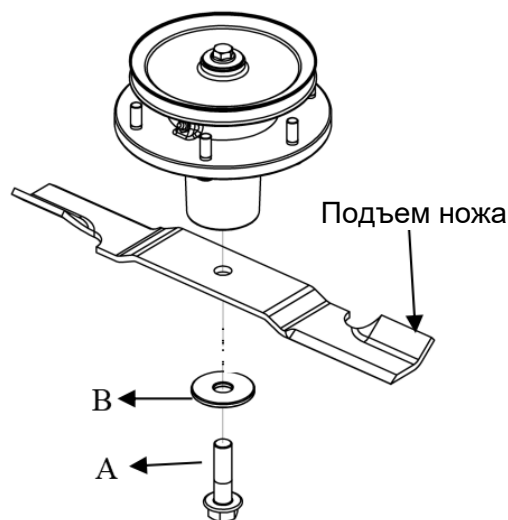

Рис. 12
Выверните болт (А) с правой резьбой (см. рис. 12), снимите стопорную плоскую шайбу (В), снимите нож.
Процедура установки ножа выполняется в порядке, обратном снятию. Убедитесь, что шайбы установлены, как показано на рисунке (см. рис. 12).
6.12.1 Установите на место каждый нож газонокосилки таким образом, чтобы подъем ножа был направлен вверх к деке газонокосилки, как показано на рисунке 12. Закрепите болт крепления ножа и плоскую шайбу (В, Рисунок 12) и затяните моментом 100 Н.м.